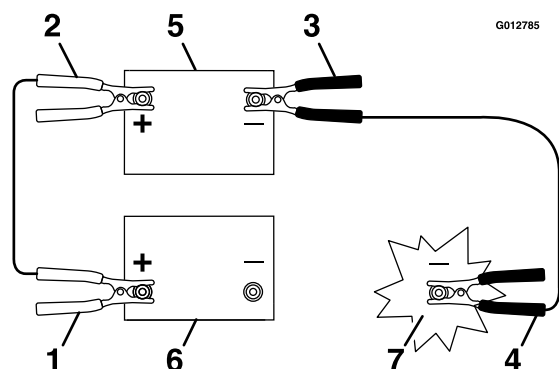

Figure 54
4. Connectez le câble positif (+) à la borne positive (+) de la batterie à plat qui est reliée au démarreur ou au solénoïde, comme montré à la Figure 54.